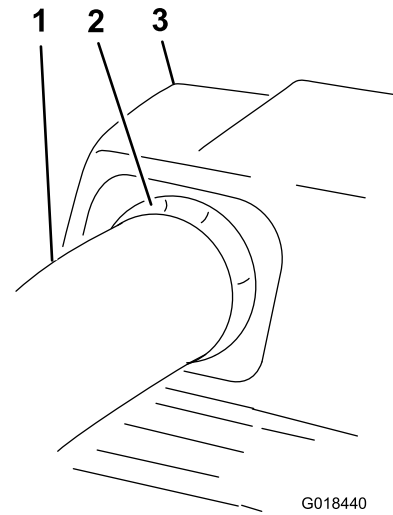

Figura 29
- 11. Retire un poco el tubo superior hasta que la junta sobresalga por encima del tubo inferior (Figura 29).
20. Retire un poco el tubo superior hasta que la junta sobresalga por encima del conjunto del soplador (Figura 29).